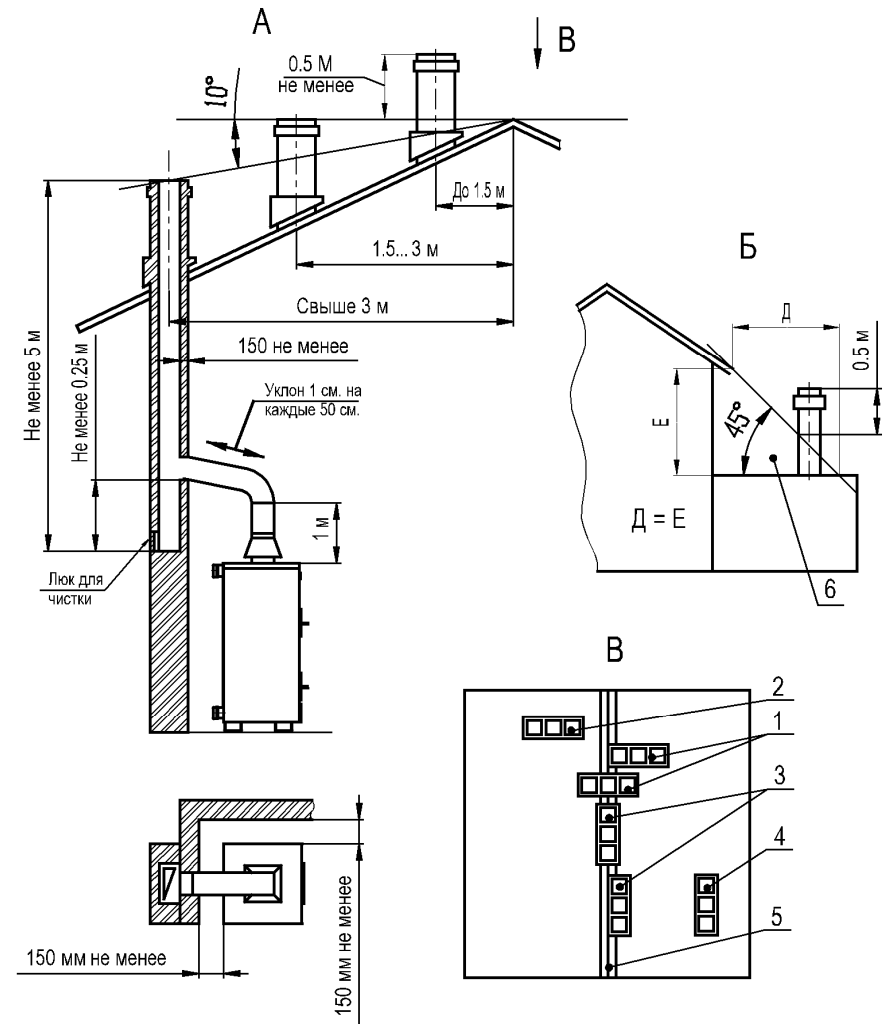

Рис.5 Схема расположения дымовой трубы и котла
8.11 Схема установки котла представлена на рис. 5.